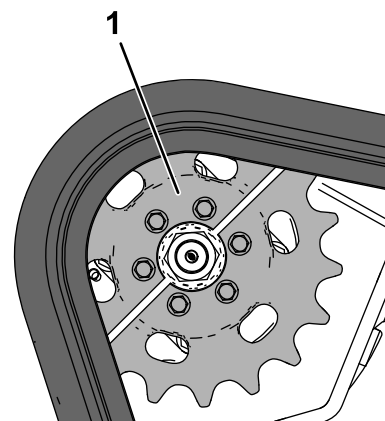

Figure 26
2. Garez la machine sur une surface plane et horizontale en vérifiant qu'une seule moitié de pignon est engagée sur la chenille (Figure 26).